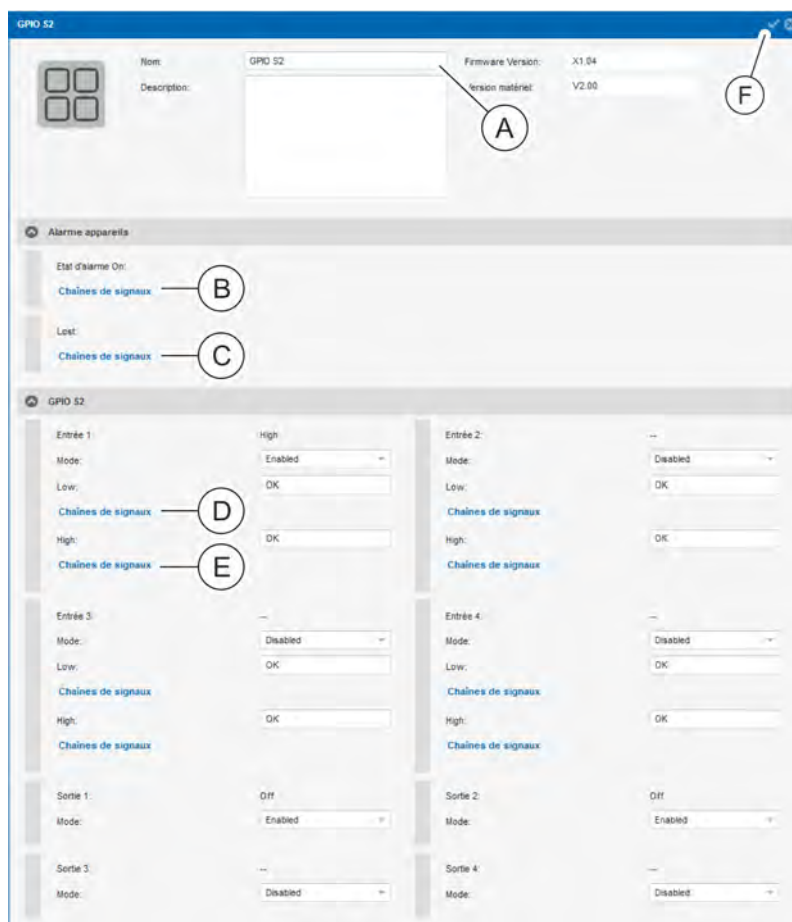

Fig. 130 : Menu « État » – Onglet « Capteurs » (affichage détaillé)
6. Si nécessaire, modifier la désignation du module GPIO sélectionné et, si nécessaire, ajouter une description (Fig. 130 /A).
7. Si nécessaire, affecter une chaîne de signaux pour l'entrée correspondante pour le signal Low au moyen du bouton « Chaînes de signaux » (Fig. 130 /E).
11. Si besoin, affecter une chaîne de signaux pour chaque entrée pour le signal High au moyen du bouton « Chaînes de signaux » (Fig. 130 /E) (similaire aux étapes 8 à 10).
12. Si nécessaire, configurer une chaîne de signaux dans la zone « *Alarme appareils* » pour « *État d'alarme Lost* » et « *État d'alarme OK* ». Pour ce faire, cliquer sur le bouton « *Chaînes de signaux* » (Fig. 130 /Ⓢ ou Ⓒ).
14. Appuyer sur le bouton *Enregistrer* (Fig. 130 /Ⓢ) pour reprendre la configuration.